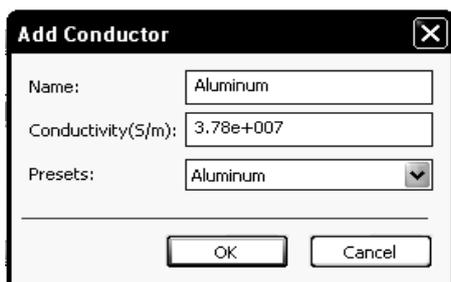
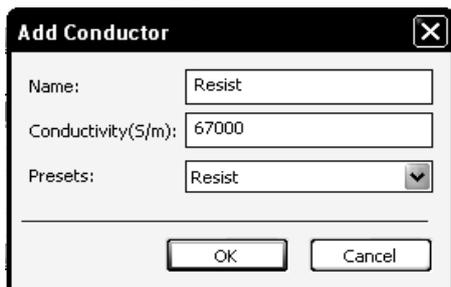
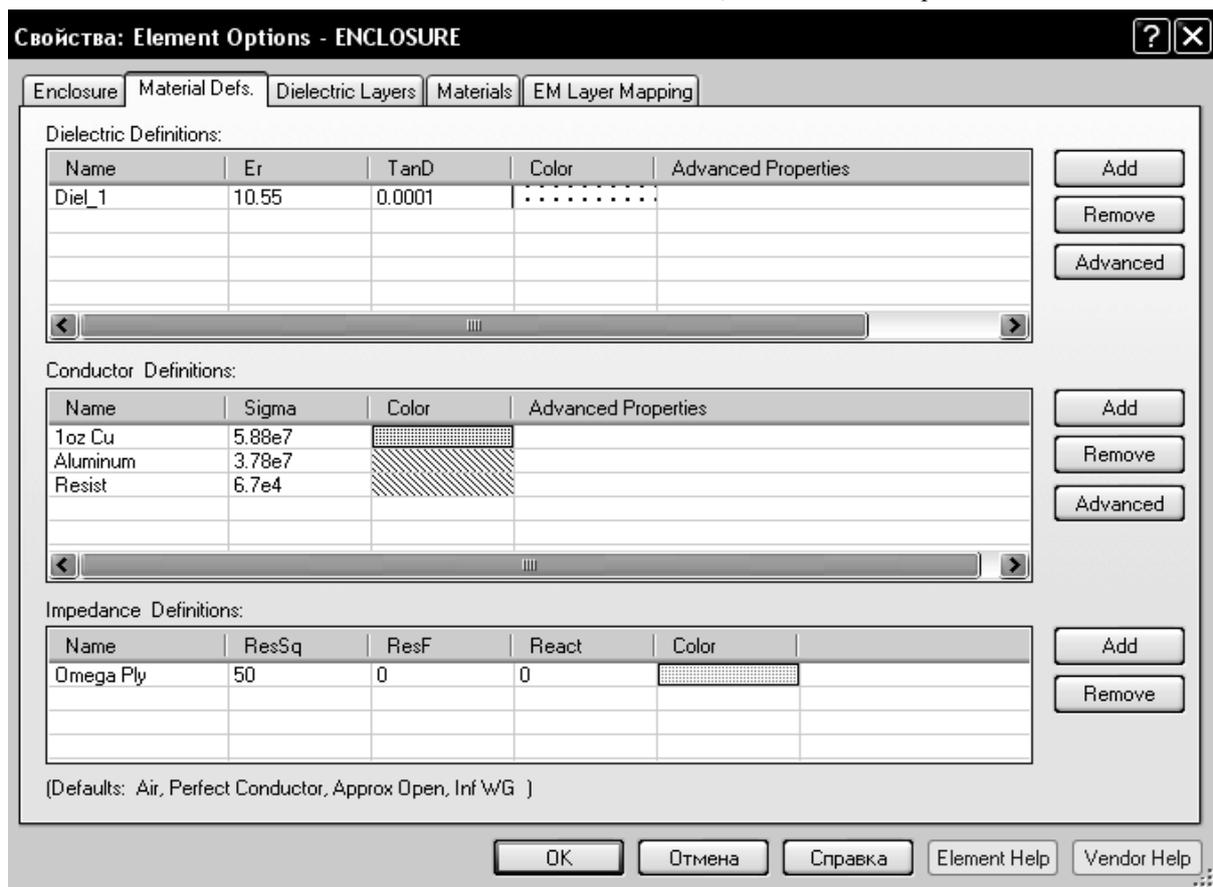

Рис. 5.42
Рис. 5.43
Рис. 5.44
- На вкладке **Material Defs** в области **Dielectric Definitions** для диэлектрического слоя **Diel_1** введите **Er=10.55**, **TanD=0.0001**. Для области **Conductor Definitions** щёлкните мышкой по кнопке **Add**, чтобы добавить материал проводника. Откроется дополнительное диалоговое окно **Add Conductor** (рис. 5.42). В поле **Presets** (Предварительные установки) введите **Aluminum**, щёлкнув по кнопке в правом конце этого поля, и нажмите **OK**. Снова щёлкните мышкой по кнопке **Add**, в поле **Presets** введите **Resist** (рис. 5.43) и нажмите **OK**. Вкладка **Material Defs** будет выглядеть, как показано на рис. 5.44.